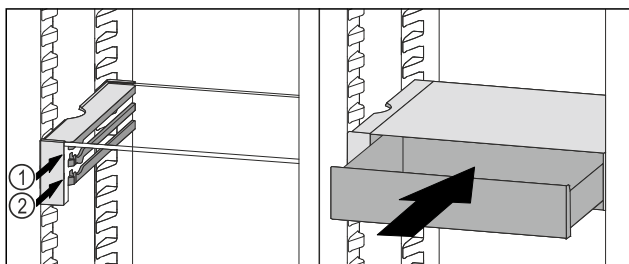

Fig. 163
- Placer le tiroir VarioSafe derrière les butées sur la nervure désirée *Fig. 163 (1)* ou *Fig. 163 (2)*.